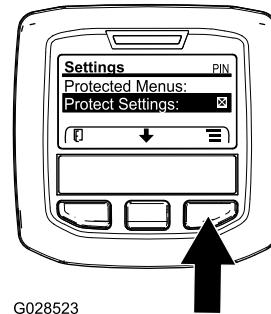

図 12
- MAINメインメニューから中央ボタンで下へスクロールしていくとSETTINGS設定メニューがありますから、ここで右ボタンを押します図 12。